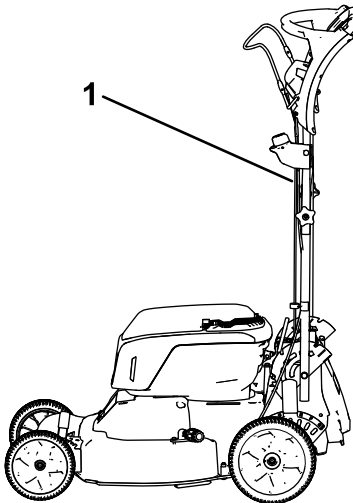

Bild 26
1. Arretieren Sie den Holm in der vertikalen Stellung (**Bild 26**), siehe Einstellen der Griffhöhe \(Seite 18\).